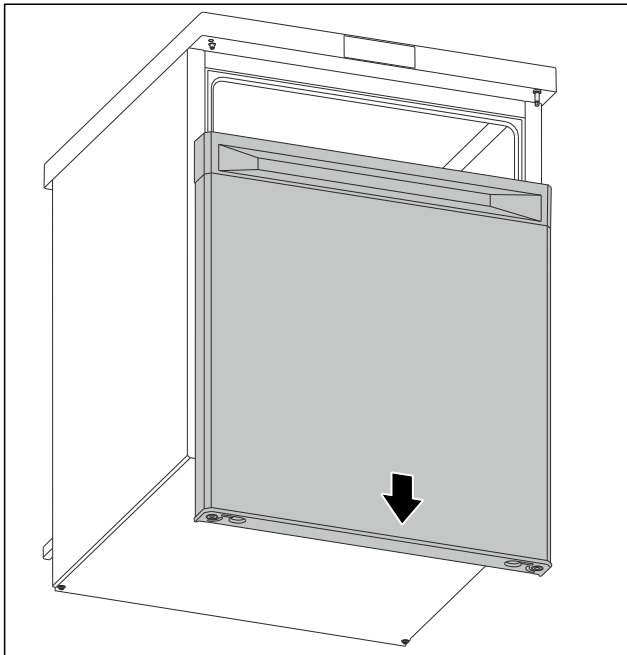

Fig. 8
- Tür nach unten abnehmen. (siehe Fig. 8)